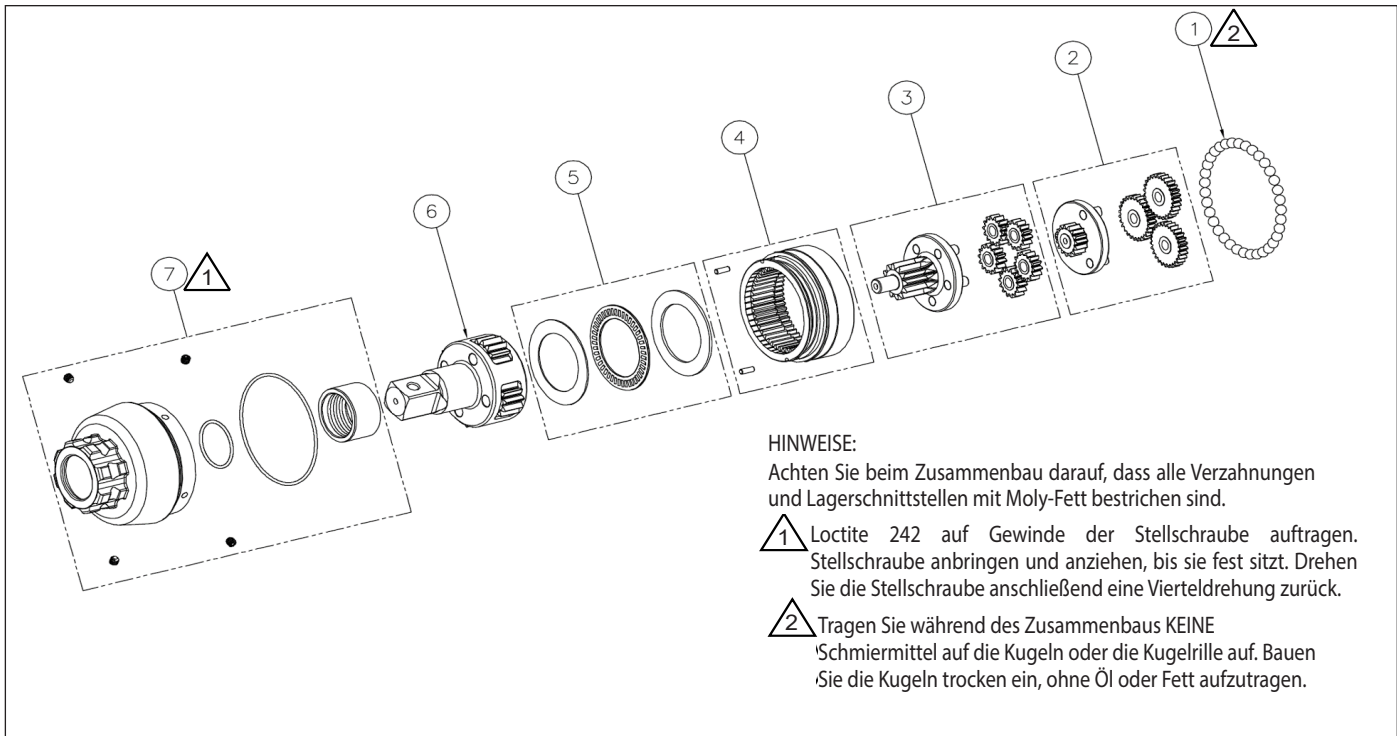

Abbildung 7: TW500SR Getriebe-Baugruppe
9.3.1 Tabelle der Teile (Abbildung 7)